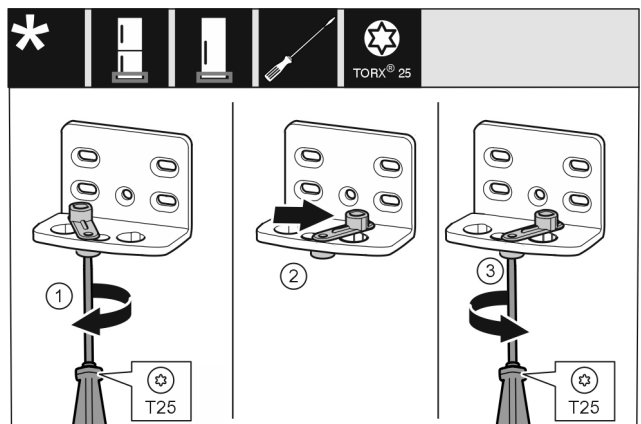

Fig. 9
- ▶ Schraube mit Schraubendreher T25 lose schrauben. Fig. 9 (1)
- ▶ Türschließhilfe anheben und um 90° nach rechts in Bohrung drehen. Fig. 9 (2)
- ▶ Schraube mit Schraubendreher T25 festschrauben. Fig. 9 (3)